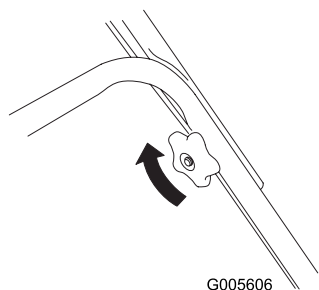

Figure 8
6. Serrez les boutons du guidon autant que possible (Figure 8).